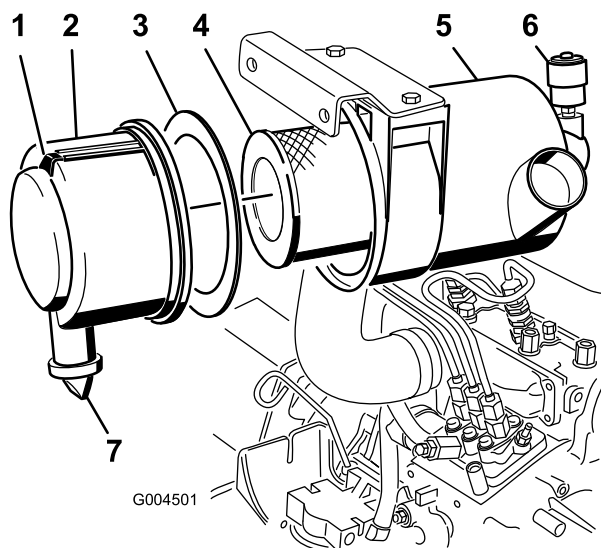

図 45
- ・ エアクリーナの整備はインジケータ(図 45)が赤色になっていたら、または 400 運転時間ごと(非常にホコリのひどい場所で使っている場合にはよりひんばんに)行ってください。エアフィルタの整備のしすぎはかえってよくありません。
1. ラッチを引いて外し、カバーを左にひねってボディーからはずす(図 45)。
2. ボディーからカバーを外す(図 45)。
4. 1次フィルタ(図 45)を取り外して交換する。
6. カバーの内側に発泡樹脂製のガスケットが正しく(破損せずに)ついていないことを確認する(図 45)。破損しているガスケットは交換する。
- A. カバーからゴム製の出口バルブを取り外す(図 45)。
10. インジケータ(図 45)が赤になっている場合はリセットする。